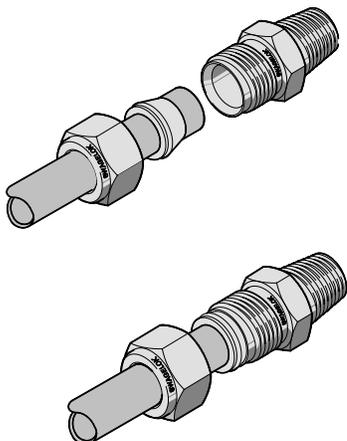

Abb. 6 Montage des vormontierten Bauteils in den Verschraubungskörper
13. Montieren Sie das vormontierte Bauteil in den Verschraubungskörper. Ziehen Sie die Überwurfmutter am Verschraubungskörper fest, bis sie fingerfest ist. Siehe Abb. 6.